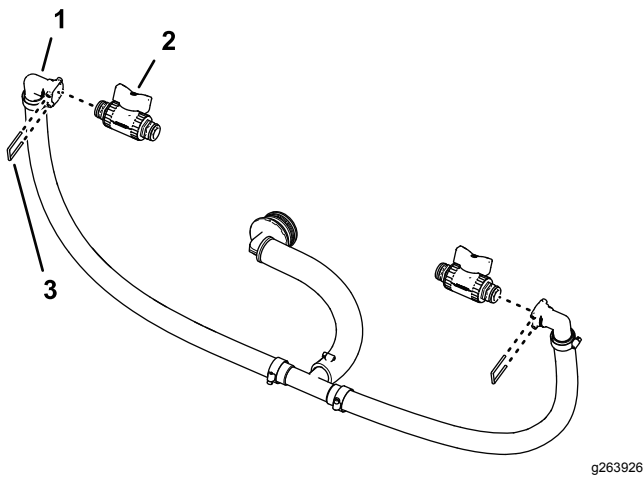

Figure 93
1. Comme montré à la Figure 93, retirez l'étrier de fixation du raccord rapide à 90° que vous avez assemblé sous Montage des flexibles de dérivation (page 45).
2. Branchez la vanne de coupure au raccord rapide femelle Figure 93.
4. Montez la vanne de coupure et l'étrier de fixation que vous avez déposés à l'opération 1 de Dépose du flexible de dérivation de section \(page 33\) sur l'autre raccord rapide femelle (Figure 93).